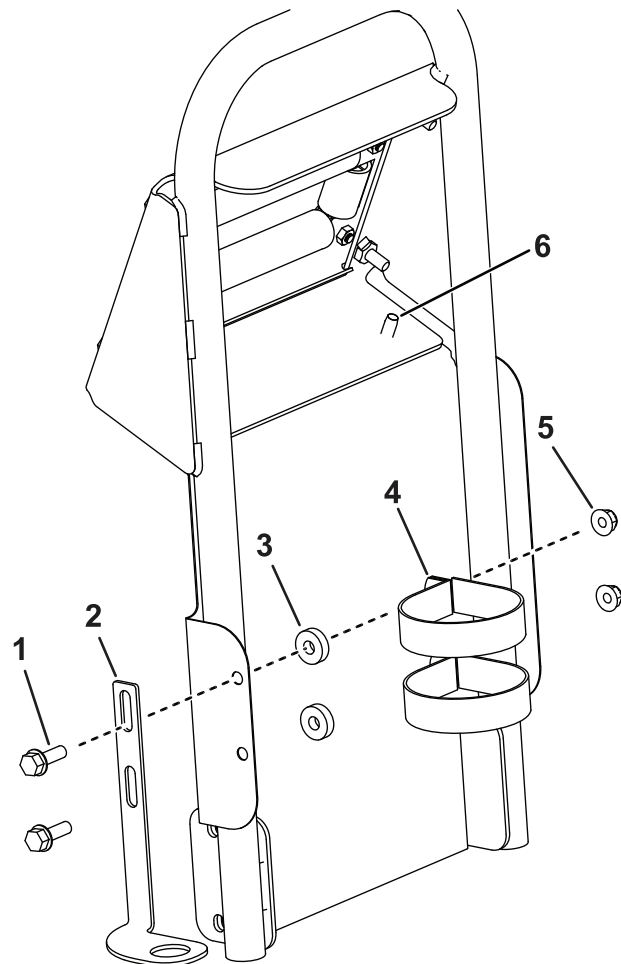

图 12
7. 用 2 个自攻螺丝将挡泥板的顶部固定到手柄上图 12。
8. 将手喷枪支架安装到挡泥板上如图 12 所示。